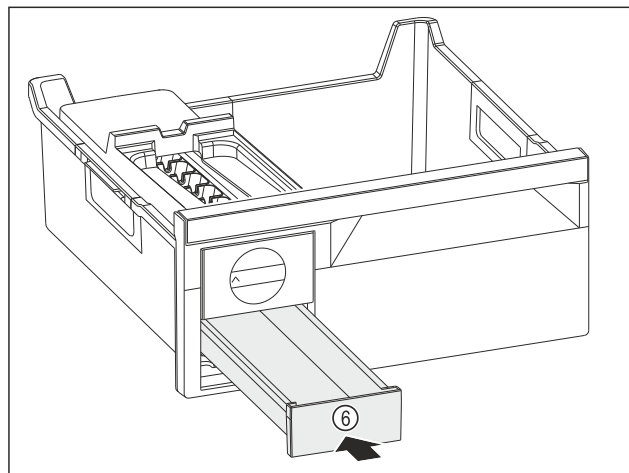

Fig. 247
- Shtyni brenda sirtarin e kubave të akullit Fig. 247 (6).